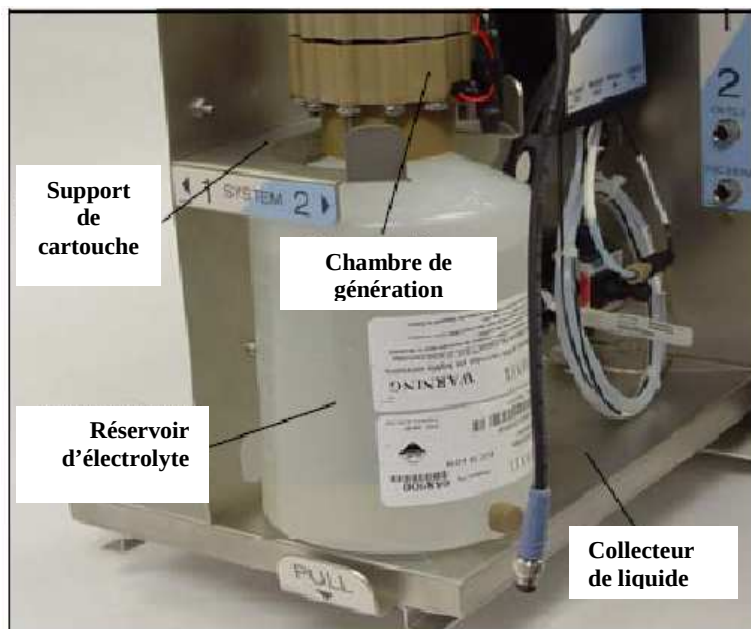

Figure 9.10. Cartouche Elugen en position d'entretien.
- Tourner la cartouche Elugen de haut en bas et la poser sur le collecteur de liquide de l'EG (voir figure 9.10). Ceci est la position d'entretien de la cartouche.
3. Retourner la cartouche et la placer sur le collecteur de liquide de l'EG en position d'entretien (voir figure 9.10).
12. Glisser la cartouche hors du portoir, la retourner, et la placer sur le collecteur de liquide en position d'entretien (voir figure 9.10).